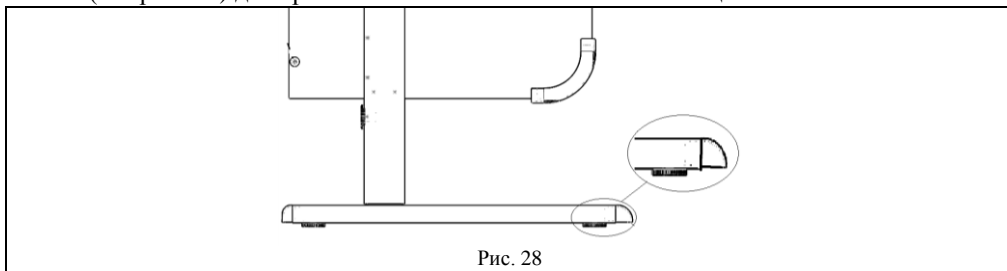

Рис. 28
6.1. Стол следует устанавливать на ровную горизонтальную поверхность, обеспечивающую опоры всех ножек, при необходимости отрегулировать стол ножками (см. рис. 28) до горизонтального положения столешницы.